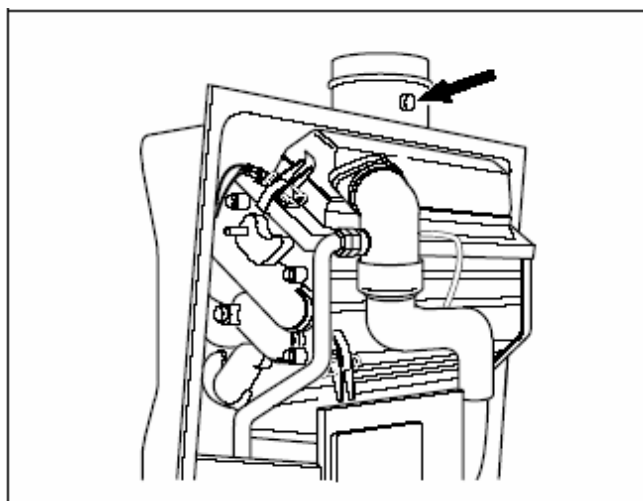

Рис. 30 Точка измерения на дымовых газах
- Измерить и записать содержание CO₂ в точке измерения на дымовых газах (рис. 30).
Точку измерения см. на рис. 30.